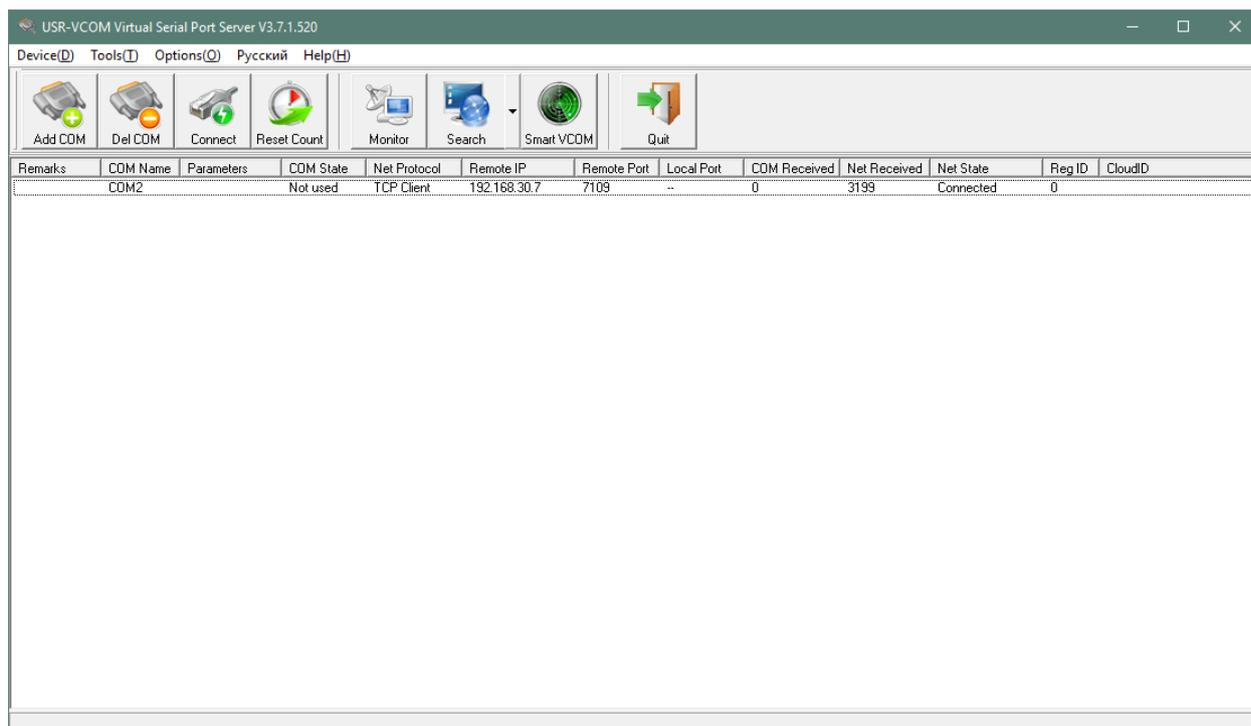

Рисунок 4.8.
9. Выбрать свободный номер COM-порта и нажать кнопку «**OK**». На экране отобразится окно с подключенным COM-портом, приведенное на рис.4.8.